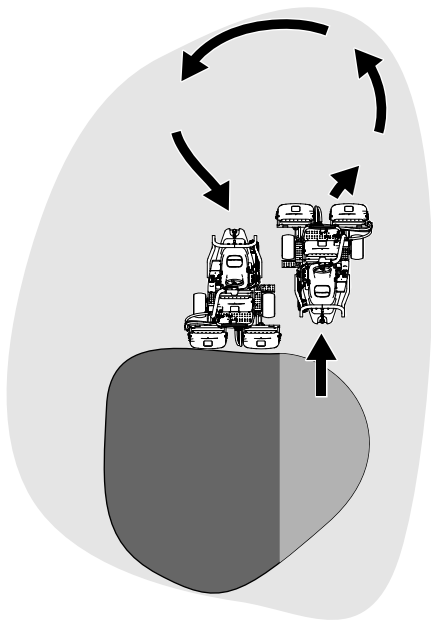

Figura 25
- Per ridurre i tempi operativi e facilitare l'allineamento per la passata successiva, sterzate momentaneamente la macchina nella direzione opposta, quindi sterzatele nella direzione della porzione non tagliata. Questo movimento delinea una curva a goccia (Figura 25) che allinea rapidamente la macchina per la passata successiva.